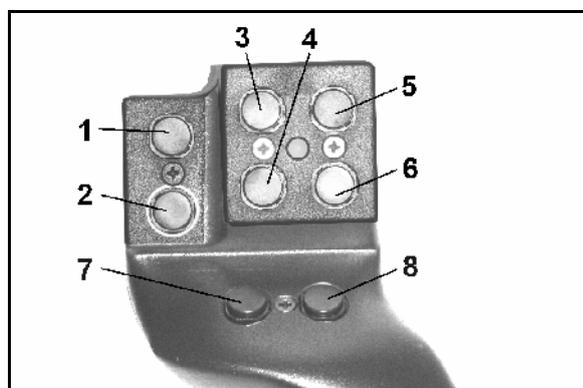
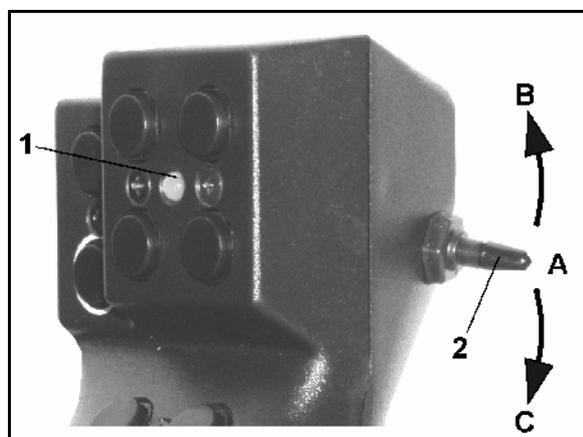

Fig. 54
Fig. 55
Per utilizzare l'**AMATRON 3**, l'impugnatura multifunzione (Fig. 54) è dotata di 8 tasti (1 - 8). Inoltre, mediante il selettore (Fig. 55/2), è possibile modificare in 3 modi diversi la configurazione dei tasti.
-  posizione centrale (Fig. 55/A) e si può posizionare
-  verso l'alto (Fig. 55/B) oppure
-  verso il basso (Fig. 55/C).
La posizione del selettore viene indicata da un'apposita spia a LED (Fig. 55/1).